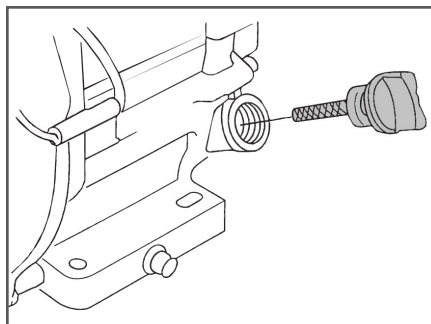

Рис. 23. Крышка-щуп маслосливной горловины
2. Открутите крышку-щуп маслосливной горловины и извлеките щуп (Рис. 23).
2. Выкрутите крышку-щуп маслозаливной горловины и извлеките щуп (Рис. 23).